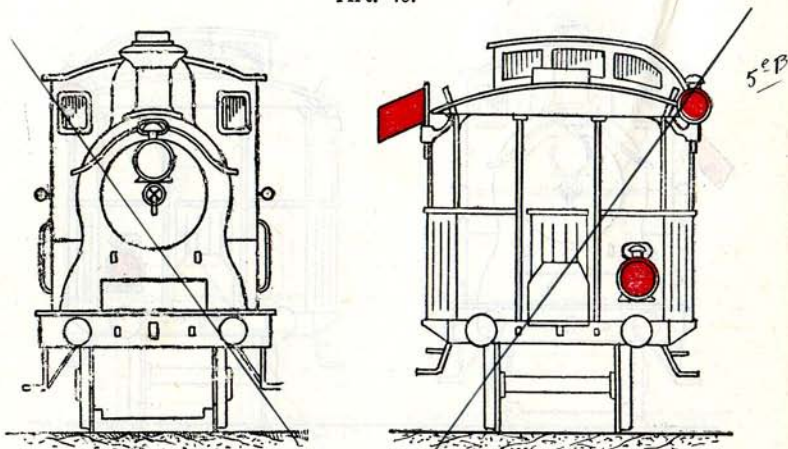

Fig. 5. — 's Daags.
**Een roode vlag**, om aan te kondigen dat een facultatieve, een buitengewone of een niet-dagelijksche trein (1) (of locomotief) in **dezelfde richting** rijdt (fig. 5, pl. 3).